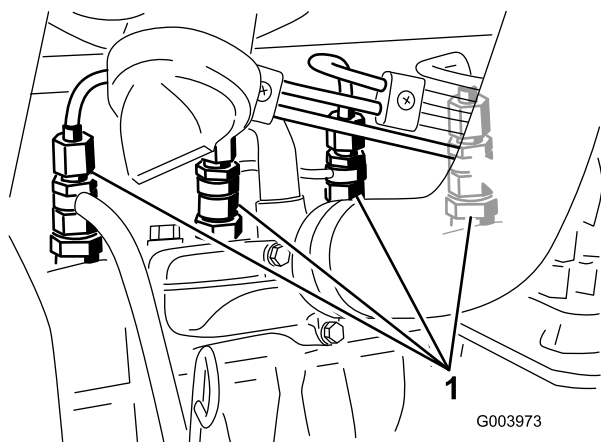

図 65
1. No.1ノズルとホルダ・アセンブリへのパイプ接続部をゆるめる（図 65）。